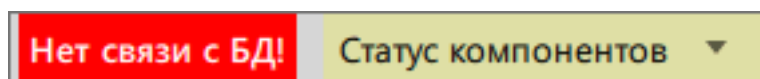

Рисунок 11 - Нет связи с БД
4. «Нет связи с БД!» – аварийная надпись, которая отображается рядом со статусом компонентов, и сигнализирует о потере связи с сервером БД (Рисунок 11).